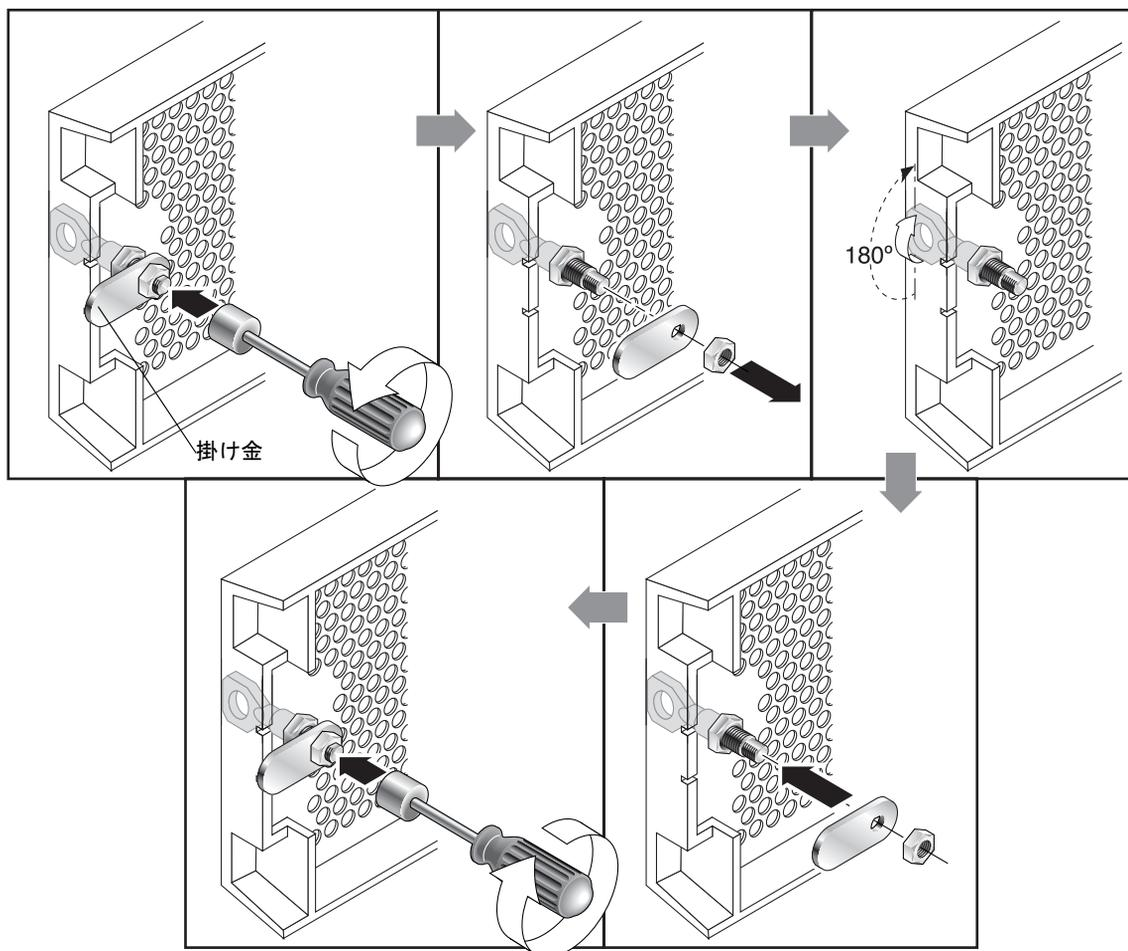

図 4-2 鍵を抜き取ることができないように前面ベゼルロックを変更するためのステップ順序
1. スイングアームをゆっくり回してイヤースocketから外し、ベゼルを取り外します。鍵がロック位置にあることを確認してください。掛け金が水平方向にベゼルの端から飛び出した状態がロック位置です (図 4-2 の最初のパネルを参照)。
2. 鍵が回らないように保持しながら、12 mm か 3/8 インチのナットドライバを使用して、掛け金を固定しているナットを外します (図 4-2 の最初のパネルを参照)。
3. 掛け金を持ち上げて、ロック本体のネジ部から外します (図 4-2 の 2 番目のパネルを参照)。
5. 鍵を使用してロックを 180 度回転します (図 4-2 の 3 番目のパネルを参照)。
6. 掛け金を、外したときと同じ向きで元の位置に戻します (図 4-2 の 4 番目のパネルを参照)。
7. 鍵が回らないように保持しながら、ナットドライバを使用して掛け金を固定するナットを締めます (図 4-2 の 5 番目のパネルを参照)。ネジ山をつぶさないように注意して締めてください。